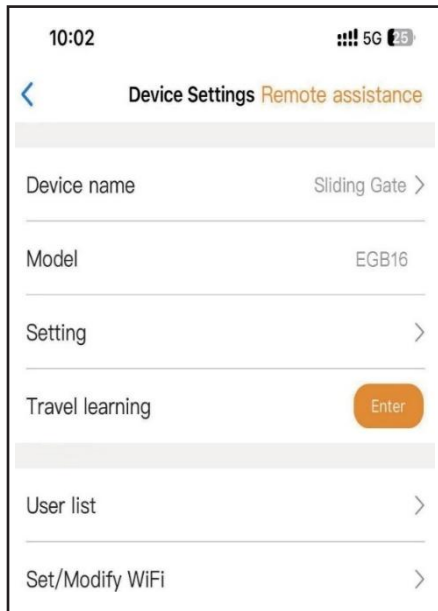

Abb. 11
Schritt 1. Wählen Sie das Gerät aus und tippen Sie auf die Schaltfläche „“ in der oberen rechten Ecke. Klicken Sie anschließend auf „Einstellungen“. (Abb. 11)